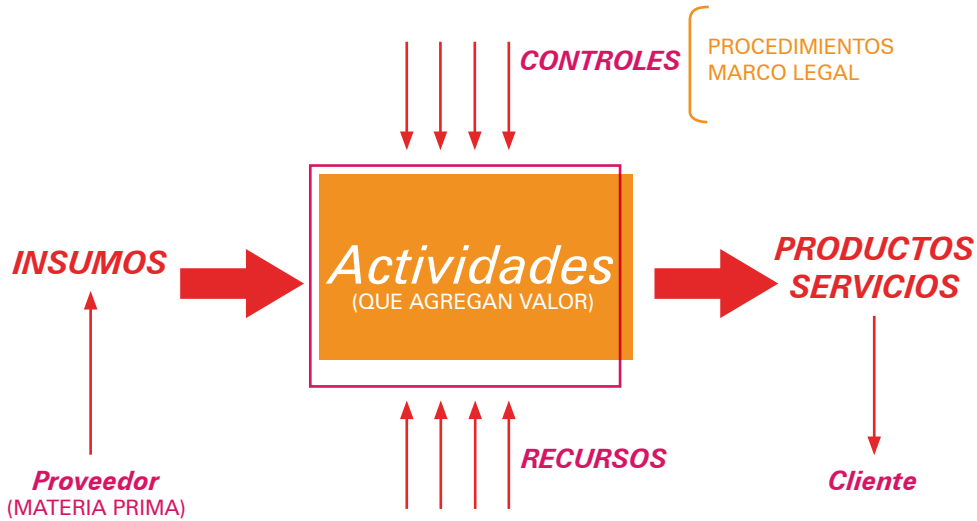

Fig. 4: Zuñiga, R. (2010). Planificación de Procesos.
•Fig. 4: Zuñiga, R. (2010). Planificación de Procesos.